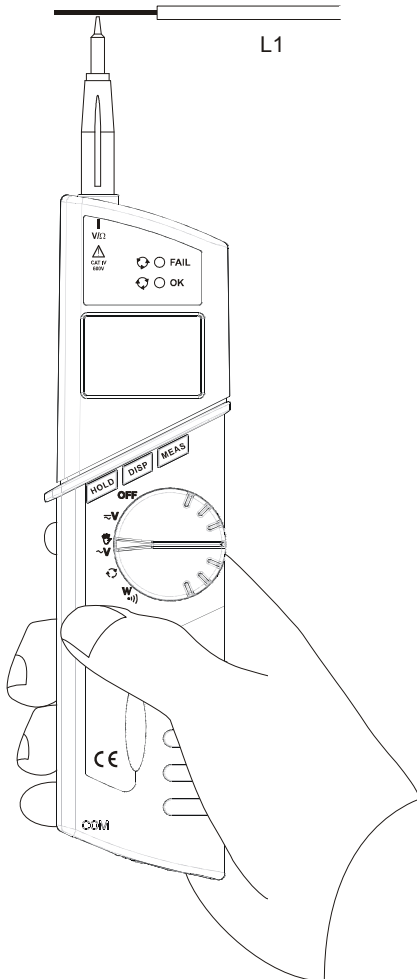

Fig. 6:
2. Halten Sie das Messgerät fest in der Hand und einen Finger oder Daumen auf den metallischen Sensor siehe (Fig. 6).